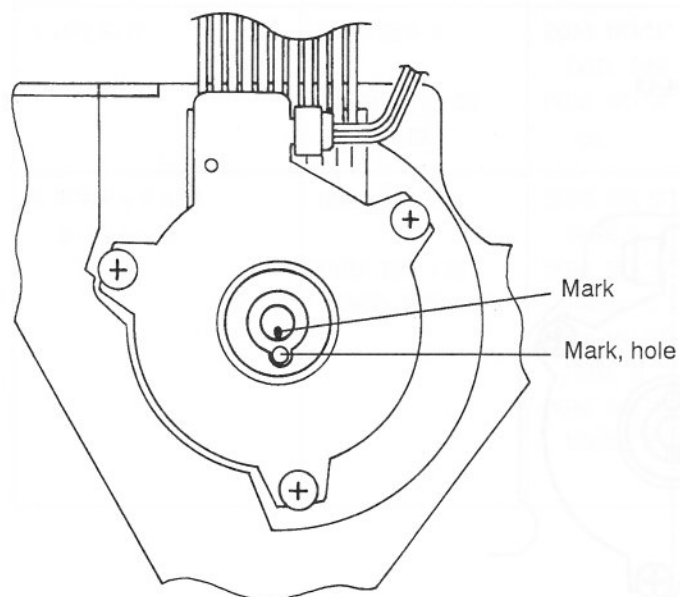

Fig. 4-11
- Align also the mark on the shaft with the positioning hole in part (19)-2 as shown in Fig. 4-11.
また、図 4-11 のようにシャフトのマークと (19)-2 の穴マークの位置を合わせて取り付けすること。
- * (21) ネジの締め付け後、ヘックス・レンチを抜くときは、絶対にネジが緩む方向に力を加えないこと。
- * 取り付け後、TACH 調整 (25 ページ) で調整値が $803.6 \pm 15 \mu s$ 以内に調整できない場合は、図 4-11 のシャフトのマークの位置を (19)-2 の穴マークに対して反時計回りの方向に少しずらして (19)-2 を再取り付けすること。